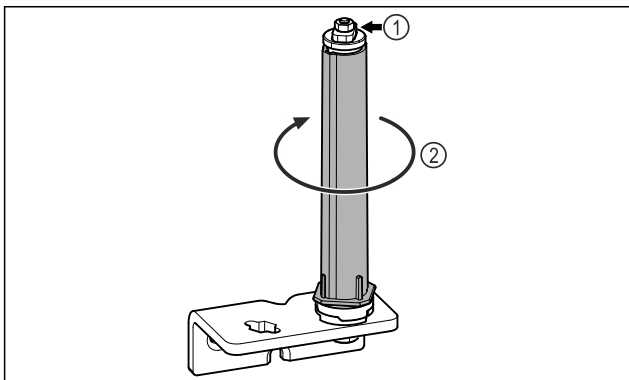

Fig. 18
- ▶ Ne rastavljajte sustav zatvaranja vrata Fig. 18 (1).
- ▶ Okrećite sustav zatvaranja Fig. 18 (2) dok ne klikne.